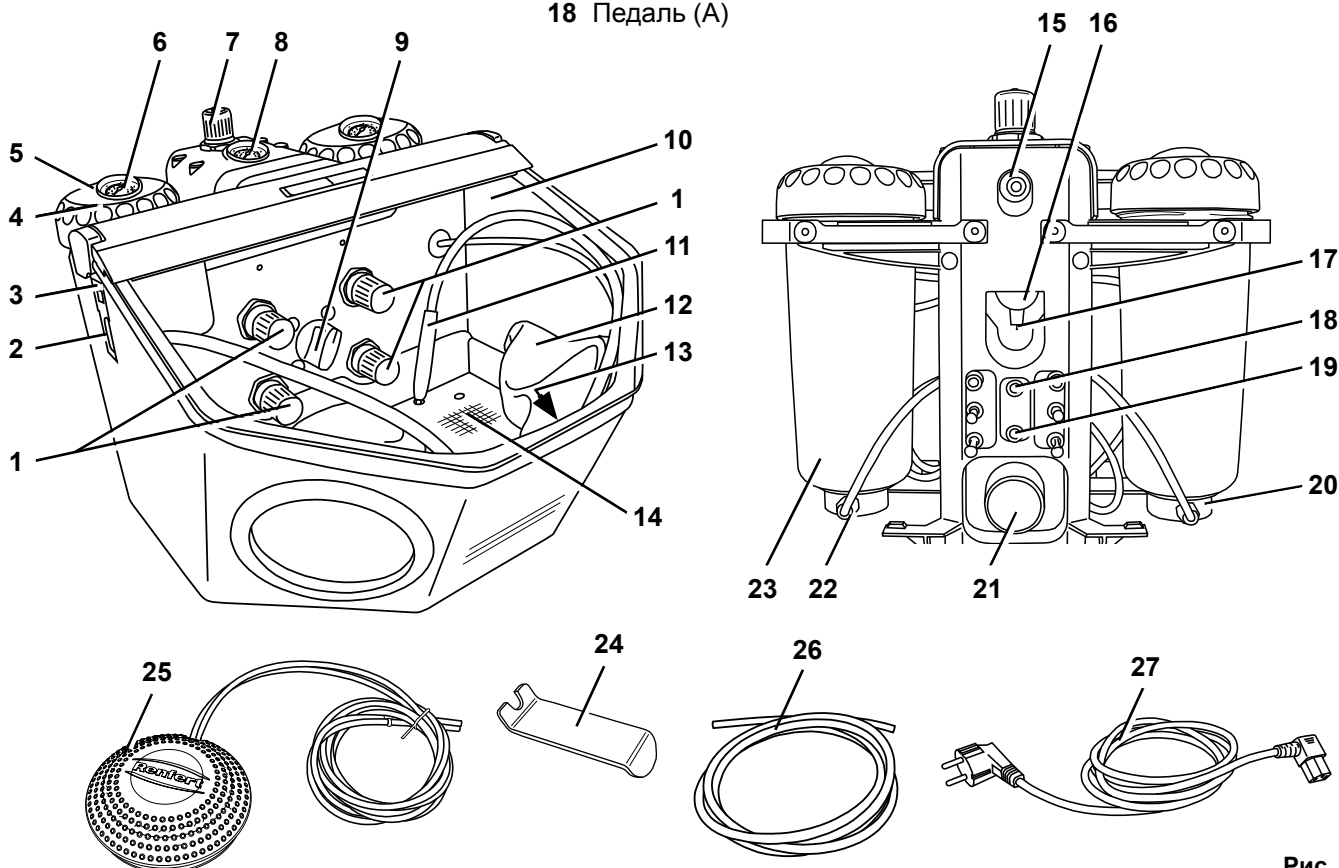

Рис. 1
- Шланг для сжатого воздуха (26) вставить до упора в гнездо (15). При этом будет ощущаться легкое сопротивление.
- Проверить, находится ли давление подключения в необходимых пределах (см. технические данные). Индикация производится на манометре (8, Рис. 1).